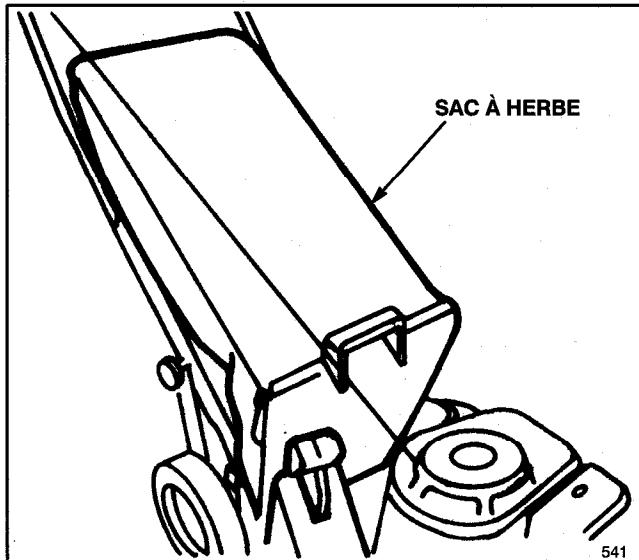

Figure 20
**1. Kit d'ensacheur arrière (modèle 59279).** Installez le canal d'éjection et le sac à herbe à montage arrière pour convertir la tondeuse Recycler® II en tondeuse à ensachage arrière (Fig. 20). Inclut l'obturateur du canal d'éjection.